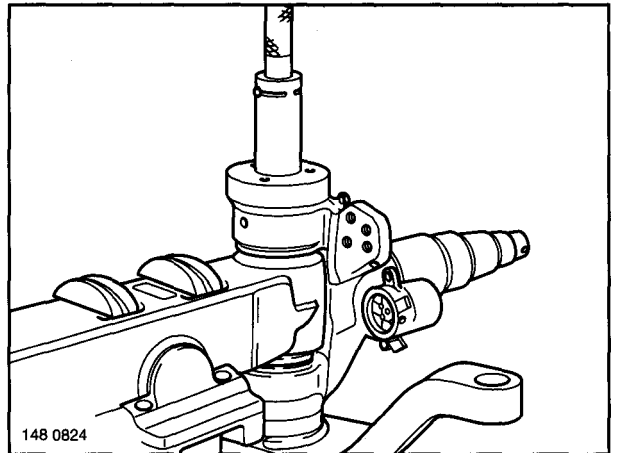

Fig. 23
- (6) Align the steering swivel with the stub axle using a guide mandrel (approx. 0.1 mm thinner than the kingpin) (Fig. 23).
- (6) A l'aide d'un mandrin de guidage (d'un diamètre inférieur d'environ 0,1 mm à celui du pivot), positionner la fusée par rapport au carter de pivot (figure 23).
- (6) Mit einem Führungsdorn (ca. 0,1 mm dünner als der Lenkbolzen) Lenkschenkel zur Achsfaust ausrichten (Fig. 23).